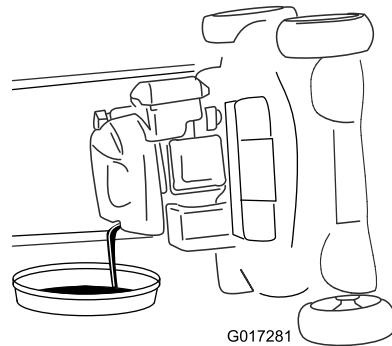

Figura 30
4. Incline o cortador para o lado (de forma a que o filtro de ar fique voltado para cima) para drenar o óleo utilizado para fora do tubo de enchimento do óleo (Figura 30).